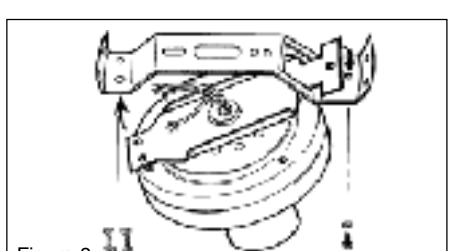

Figura 8
Paso 1 Use el orificio cuadrado que está en uno de los extremos de la barra de apoyo para colgar el ventilador en el gancho. (Figura 8) Conecte los cables siguiendo las instrucciones de cableado. (Figura 5 y 9).